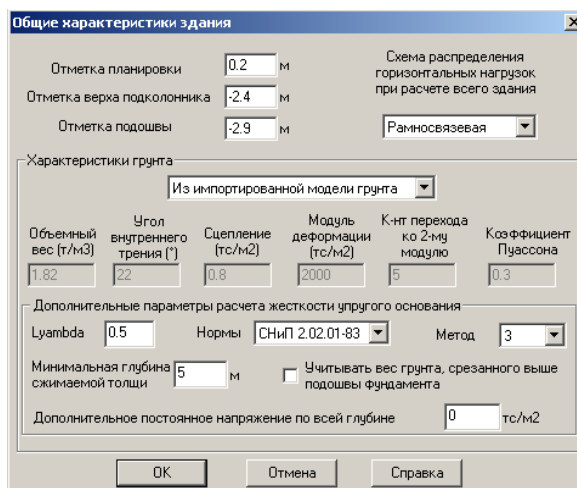

Рис.11.9.4. Окно диалога **Общие характеристики здания**
- В окне диалога **Общие характеристики здания** (рис. 11.9.4) выполните следующие действия: